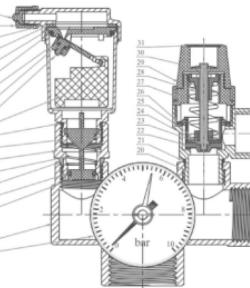

Рис.1
2.8 Материалы основных деталей таблица и рис.1: